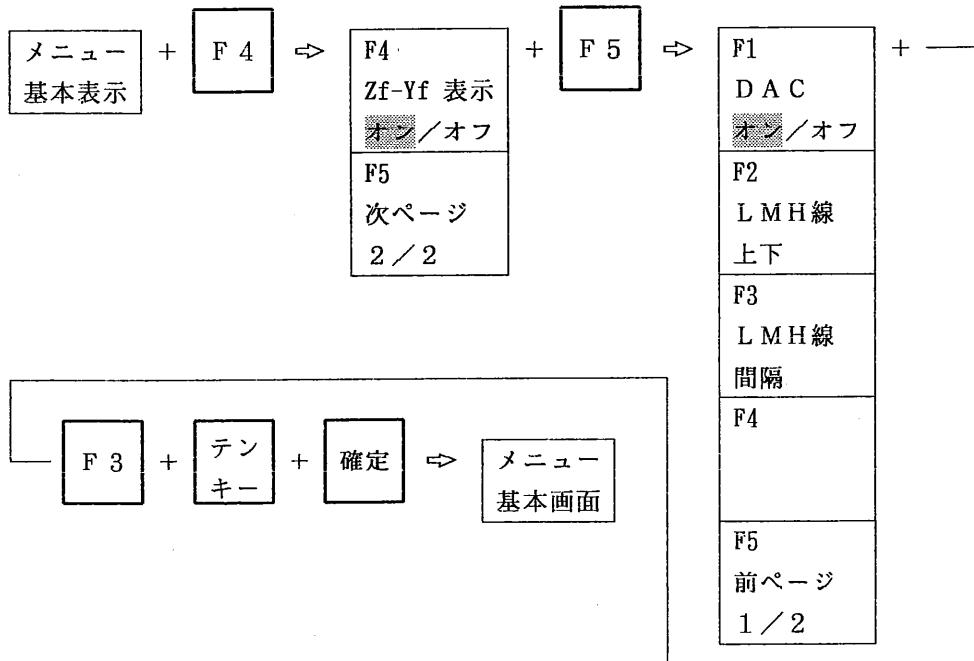

図 9.3.18 L M H線間隔設定の手順
- ① 選択キー [F 4] を1回押すと図 9.3.18 の選択メニューが表示されます。更に選択キー [F 5] を1回押すと図 9.3.18 中の選択メニューが表示されます。
- ② この [LMH線間隔設定] の機能を作動させるためには、選択キー [F 3] を1回押します。
- ③ テンキー入力モードで、0 ~ 20 dB の間の所定の間隔を入力することができます。入力している値は探傷条件表示エリアの最後の行の [LMH線間隔] の項に表示されます。